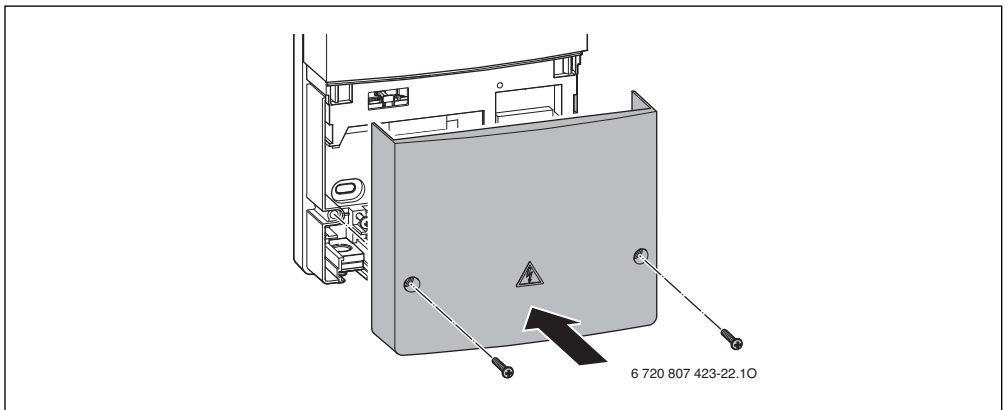

Fig. 12
- ▶ Prima della messa in funzione: rimontare sul modulo la sua copertura (→ fig. 12, pag. 20).